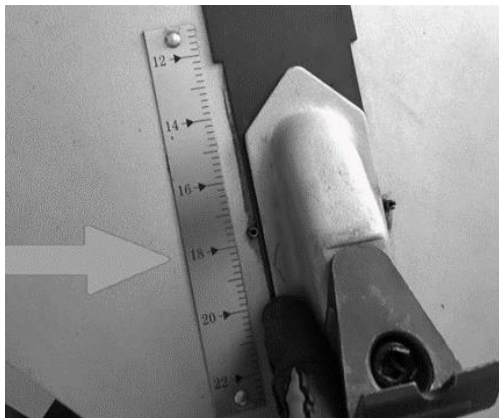

Рис. 14.21
14.2.2 Сначала установите зажимы в соответствии с размером зажимаемого обода (рис. 14.21), затем